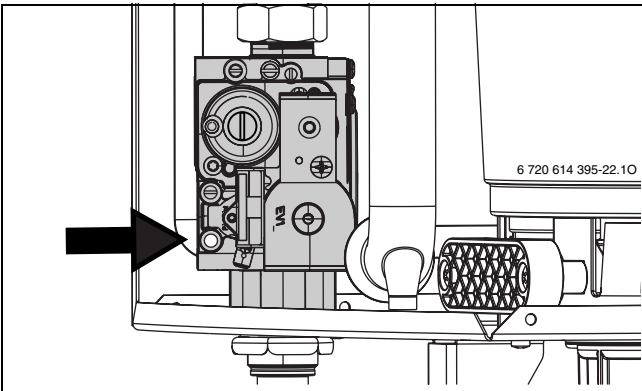

Fig. 45
- ▶ Sigillare, con vernice, la testa di ogni vite di regolazione (fig. 45, rif. 2 e 3).